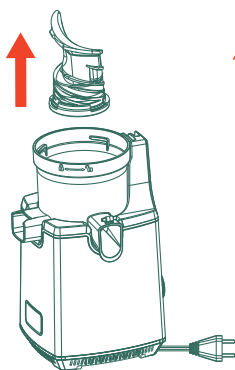
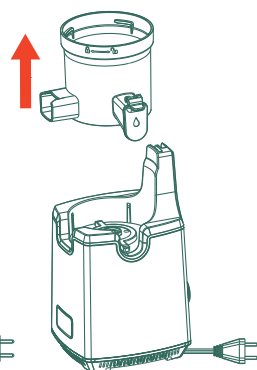

Abb. 12
Abb. 13
3. Entfernen Sie die Pressschnecke, indem Sie sie nach oben herausziehen. Wenn es sehr schwer geht, schwingen Sie sanft und ziehen Sie. (Abb. 12) Entfernen Sie die Saftschale, indem Sie sie vertikal nach oben anheben. (Abb. 13)